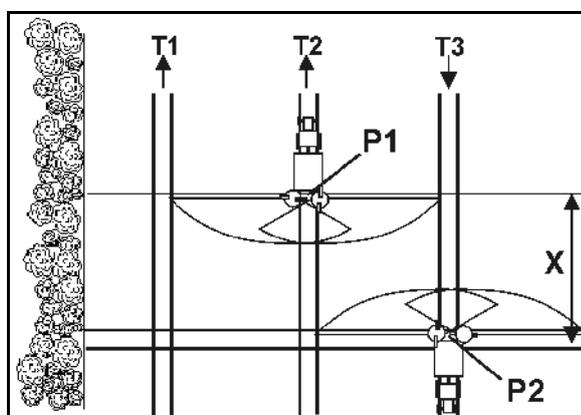

Fig. 71
- Ouverture des trappes de fermeture après l'engagement dans la voie jalonnée au point P1 (Fig. 71), lorsque les disques d'épandage sont éloignés de la voie jalonnée de la tournière après avoir parcouru la distance X.
- Fermeture de la trappe avant la sortie de la voie jalonnée au point P2 (Fig. 71), lorsque les disques d'épandage se trouvent à hauteur de la première voie jalonnée de la tournière.